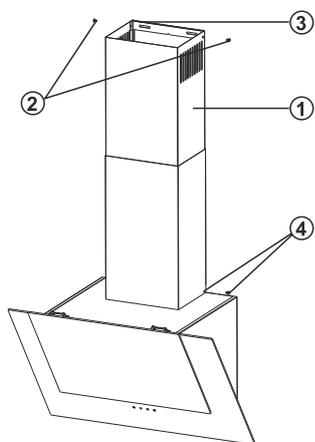

Fig. 13: 3424 MONTAGGIO DELLE CANNE FUMARIE CON FOGLIE DI METALLO
I piatti in lamiera interni ed esterni sono assemblati uno dentro l'altro (Fig. 13).
- Fissare la canna fumaria interna alla piastra di collegamento della canna fumaria con due viti da 3.5x9.5, tirandola verso l'alto (Fig. 13/2).
- Fissare la canna fumaria esterna con due viti 3.5. x 9.5 sulle piastre di connessione sinistra e destra sul retro del corpo della cappa, dal basso (Fig. 13).